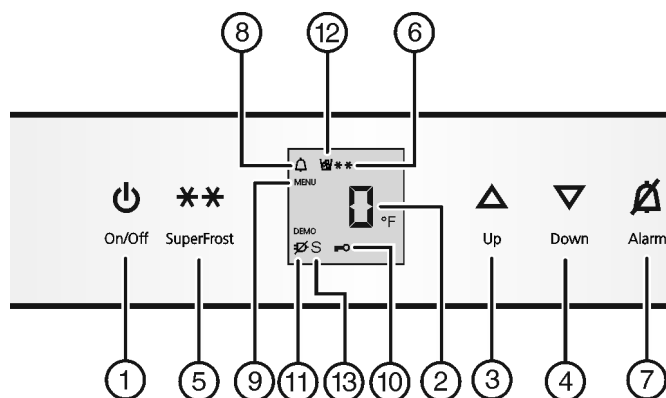

Fig. 2
- ▶ Pulse la tecla On/Off Fig. 2 (1).
- ▶ Activación del modo de ajuste: pulse la tecla SuperFrost Fig. 2 (5) durante 5 seg. aproximadamente.
- ▷ El símbolo de menú Fig. 2 (9) se ilumina.
- ▶ Utilice la tecla de ajuste Up Fig. 2 (3) la tecla de ajuste Down Fig. 2 (4) para seleccionar °.
- ▶ Confirmación: Pulse la tecla SuperFrost Fig. 2 (5) brevemente.
- ▶ Utilice la tecla de ajuste Up Fig. 2 (3) la tecla de ajuste Down Fig. 2 (4) para seleccionar °F o °C .
- ▶ Desactivación del modo de ajuste: Pulse la tecla On/Off Fig. 2 (1).
- ▶ Activar el modo de ajuste: pulse la tecla SuperFrost Fig. 2 (5) durante aprox. 5 s.
- ▶ Con la tecla de ajuste Up Fig. 2 (3) o la tecla de ajuste Down Fig. 2 (4), seleccione c.
- ▶ Pulse brevemente la tecla SuperFrost Fig. 2 (5) para confirmar.
- ▶ Para activar el bloqueo contra la manipulación por niños, pulse brevemente la tecla SuperFrost Fig. 2 (5).
- ▷ El símbolo del bloqueo contra la manipulación por niños Fig. 2 (10) se ilumina. En el indicador parpadea c.
- ▶ Para desactivar el bloqueo contra la manipulación por niños, pulse brevemente la tecla SuperFrost Fig. 2 (5).
- ▷ El símbolo del bloqueo contra la manipulación por niños Fig. 2 (10) se apaga. En el indicador parpadea c.
- ▶ Desactivar el modo de ajuste: pulse la tecla On/Off Fig. 2 (1).
- ▶ Pulse la tecla Alarm Fig. 2 (7).
Simultáneamente, parpadea la indicación de temperatura y el símbolo de alarma Fig. 2 (8).
El tono de aviso se desactiva automáticamente, el símbolo de alarma Fig. 2 (8) se apaga y la indicación de temperatura deja de parpadear cuando la temperatura vuelve a descender lo suficiente.
► Pulse la tecla Alarm Fig. 2 (7).
► Activar el modo de ajuste: pulse la tecla SuperFrost Fig. 2 (5) durante aprox. 5 s.
▷ El símbolo de menú Fig. 2 (9) se enciende.